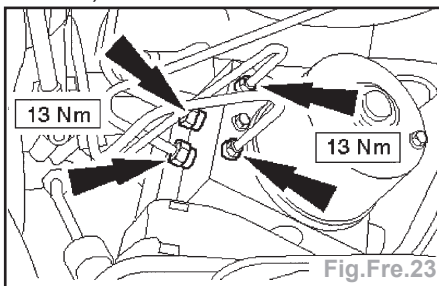

Fig.Fre.23
- Débrancher les tubes de frein de la centrale de commande hydraulique (Fig. Fre.23).